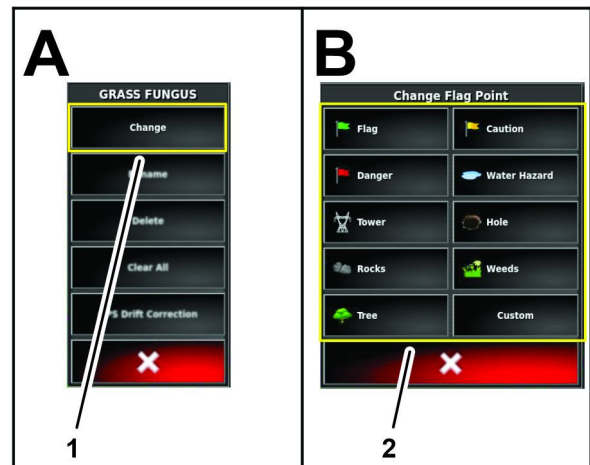

Figura 84
1. Nel menu Modifica segnalazione, premete l'icona MODIFICA (Figura 84).
2. Nel menu Modifica punto di segnalazione, premete l'icona per il tipo di punto di segnalazione (Figura 84).